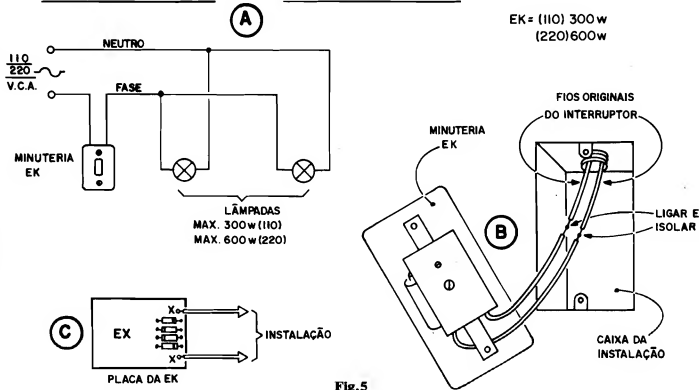

Fig. 5
- FIG. 5 - INSTRUÇÕES PARA A INSTALAÇÃO - Nos três diagramas da figura, temos importantes informações visuais para a correta instalação da EK, que devem ser observadas com atenção: